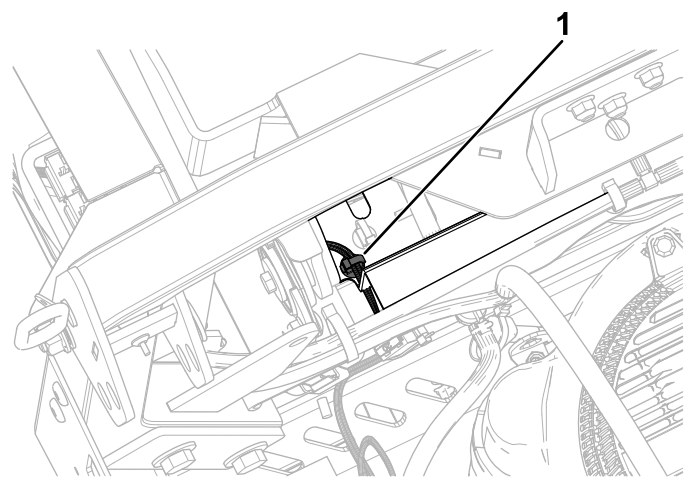

図 13
3. もう一個のオシコミファスナを、後側燃料タンクブラケットに取り付ける 図 13。